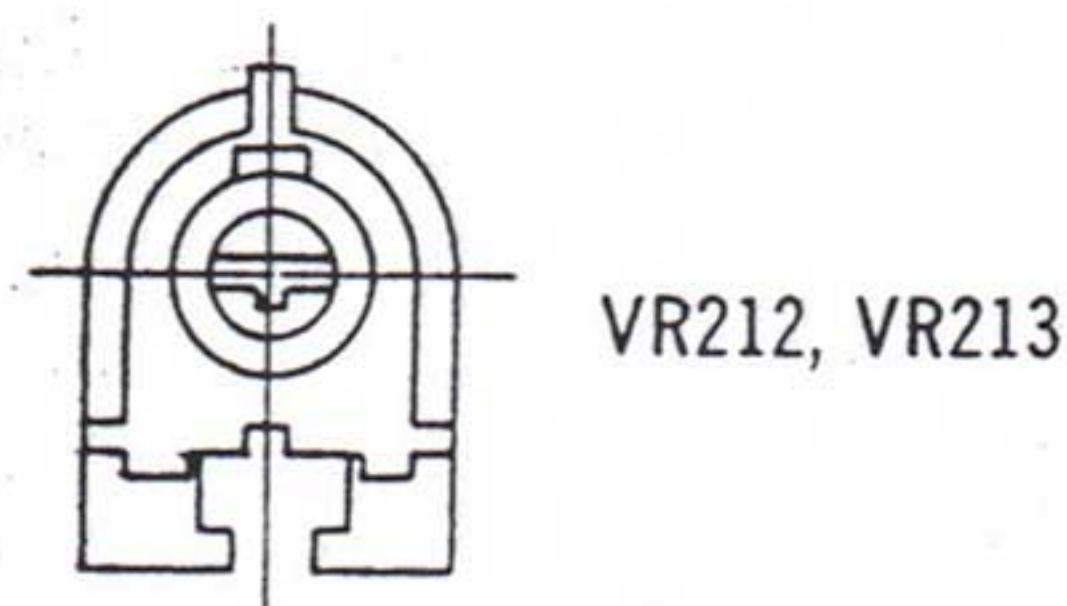

Fig. 24
3. Placez les résistances variables de réglage des galvanomètres, VR213 pour le canal gauche L-CH, VR212 pour le canal droit R-CH en position médiane comme indiqué par la figure 24.